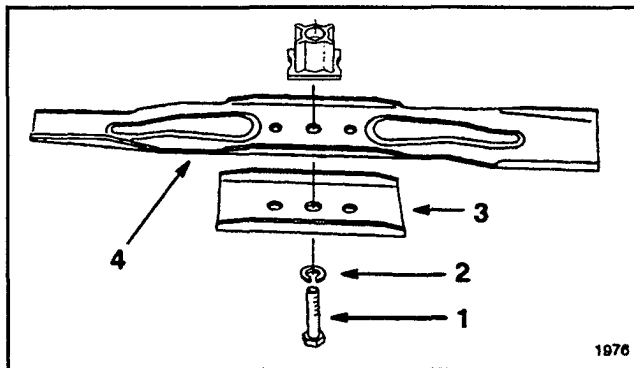

Abbildung 22
5. ENTFERNEN DES MESSERS—Das Endstück des Mähmassers mit einem Lappen oder einem dicken Handschuh anfassen. Entfernen Sie Messerbolzen, Fächerscheibe, Messerverstärker und Messer (Abb. 22).